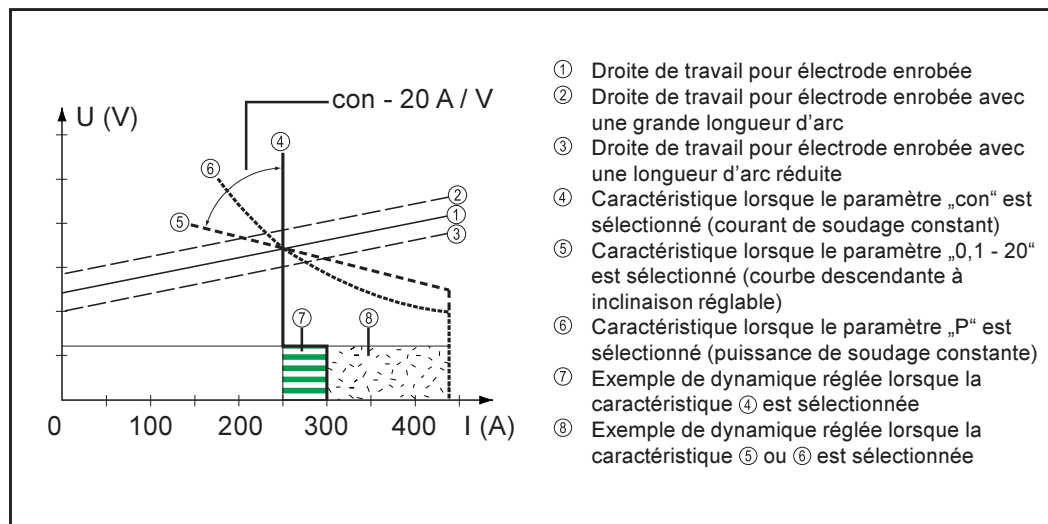

Fig. 34 Caractéristiques sélectionnables avec la fonction Eln
- Si le paramètre "P" a été réglée, la puissance de soudage reste constante indépendamment de la tension et du courant de soudage. Cela donne une caractéristique hyperbolique ⑥ (fig. 34).